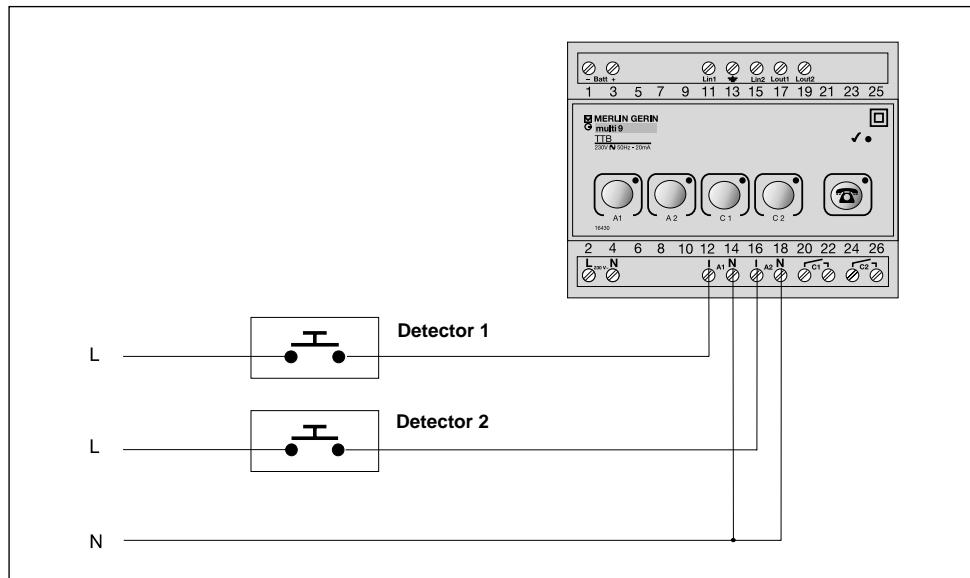

Figura 3. Conexión de los detectores.
■ **Alarma 1.** Tal y como se aprecia en la figura 3, el primer detector va alimentado directamente por fase (L); el cable del detector que debería cerrar el circuito se conecta con el borne 12 del transmisor telefónico, y el borne 14 se conecta al neutro.